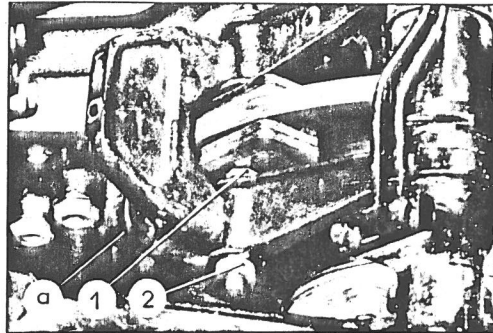

Fig. 29.
2. Mellem bremseklodserne og skiven placeres et 0,1 mm tykt mellemlæg. Idet armen ved a (fig. 29) er trukket an, drejes møtrikken 1. indtil mellemlægget netop begynder at klemme. Fastspænd kontramøtrikken 2. - Fjern mellemlæggene.